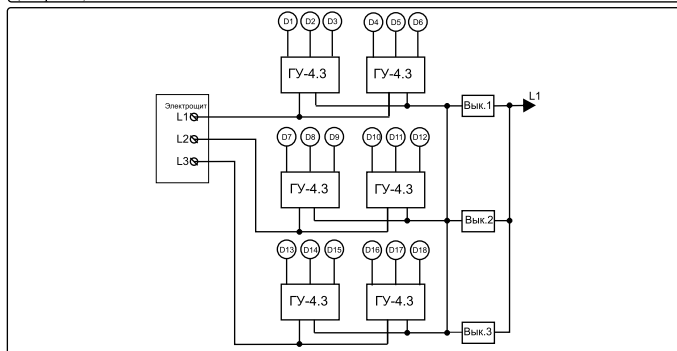

Рисунок 5. Схема подключения ГУ-4.3 к разным «фазам» питающей сети
- Подключить образованные группы к разным «фазам» (см. рис. 5).
**Внимание!** Если требуется подключить несколько выключателей, общий контакт этих выключателей следует подключить к одной и той же «фазе» питающей сети, например, к «фазе» L1 (см. рис. 5).